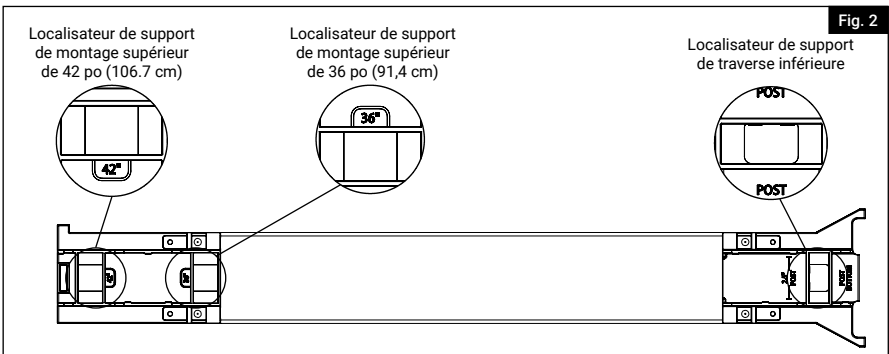

Fig. 2
- Ce gabarit permettra de localiser les supports supérieurs et inférieurs sur les poteaux pour les sections de rampe en aluminium de 36 po (91,4 cm) et 42 po (106,7 mm) de hauteur (Fig. 2).